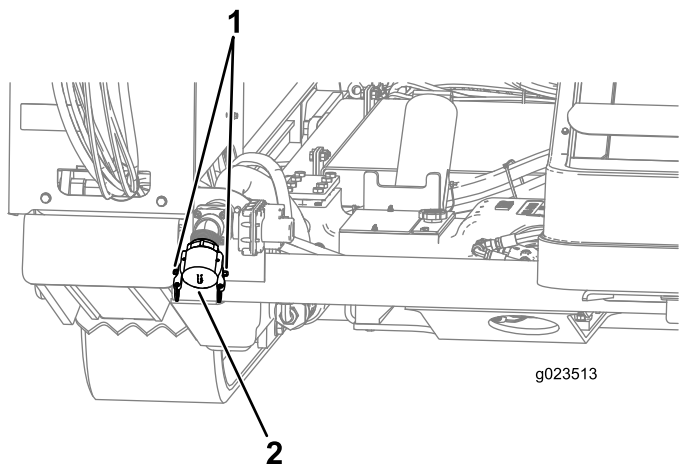

Figura 48
1. Levante os engates cam-lock da tampa da sucção da bomba e retire a tampa (Figura 48).